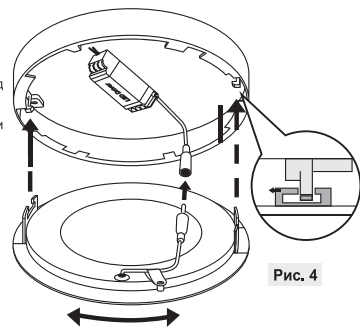

Рис. 4
- 8. Установите светильник согласно представленной монтажной схеме (Рис. 4)
8. Встановіть світильник згідно представленої монтажною схемою (Рис. 4)